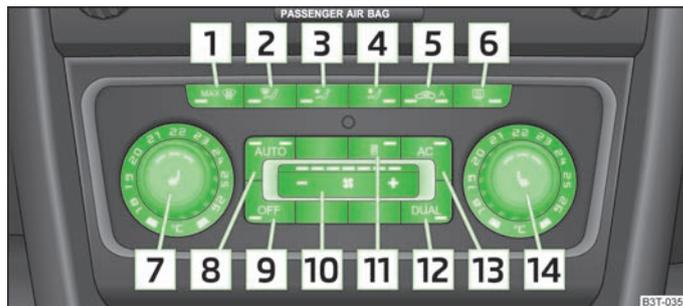

Fig. 109 Climatronic: elementos de comando
- > Prima o botão (AUTO) » Fig. 109.
- Em caso de embaciamento do pára-brisas, prima o botão   » Fig. 109. Depois de o pára-brisas estar desembaçado, prima o botão .
- Prima o botão  » Fig. 109.
- Prima o botão   » Fig. 109.